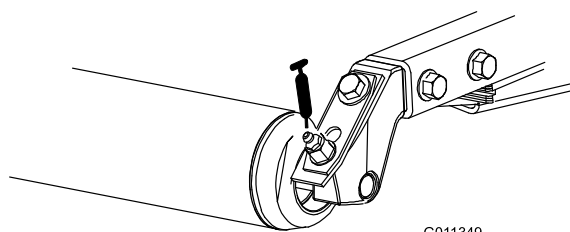

Figure 49
- Roulements de rouleur arrière (2 par plateau de coupe) (Figure 49)